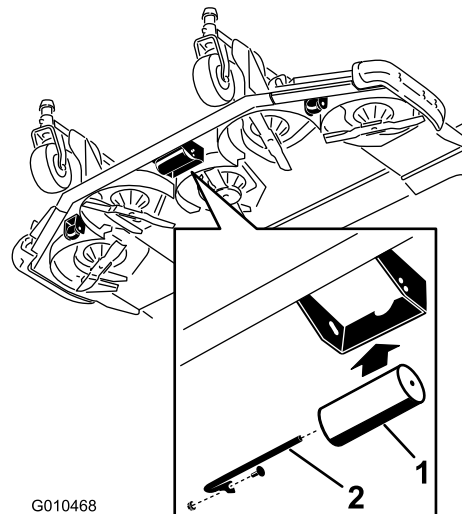

Bild 30
2. Schieben Sie die Welle aus den unteren Löchern der Halterung, richten Sie die Rolle mit den oberen Löchern aus und setzen Sie die Welle ein (Bild 30).